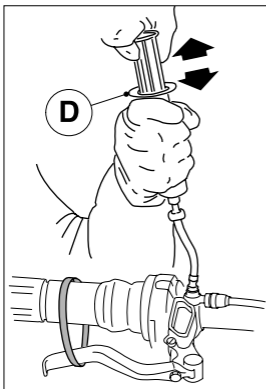

Fig. 11
- anhand eines Schraubenziehers, der in den entsprechenden Spalten positioniert wird, den Deckel **E** (Fig. 11) lösen.
- die Spritze installieren **D** (Fig. 11), indem sie auf dem Verbindungsstück angeschraubt wird, und 10 ml Öl in deren Inneres hinzufügen.